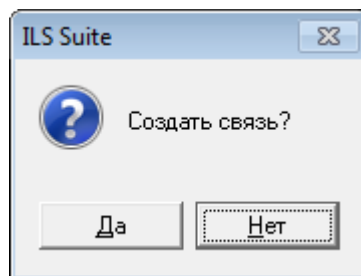

Рис. 13-483 – Диалоговое окно
- 3) Переместить с помощью мыши инструмент на работу в окно «Выполненные работы». Появится подсказка вида «+ Создать связь X объект(ов) в ...» (рис. 13-483). Отпустить кнопку мыши.